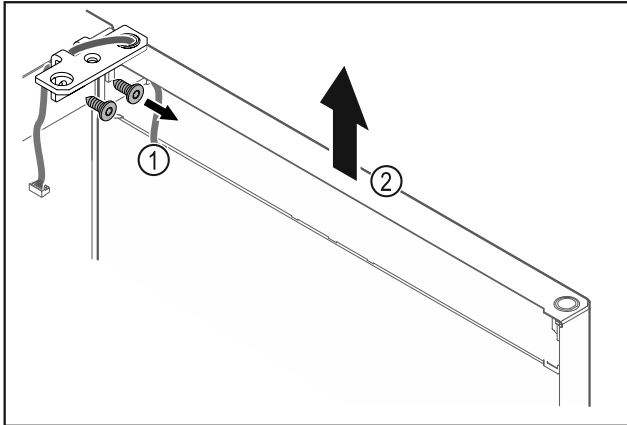

Fig. 25
- Odskrutkujte uholník závesu Fig. 25 (1).
- Zdvihnite dvere vrátane uholníka závesu Fig. 25 (2) cca 200 mm nahor a odoberte ich.